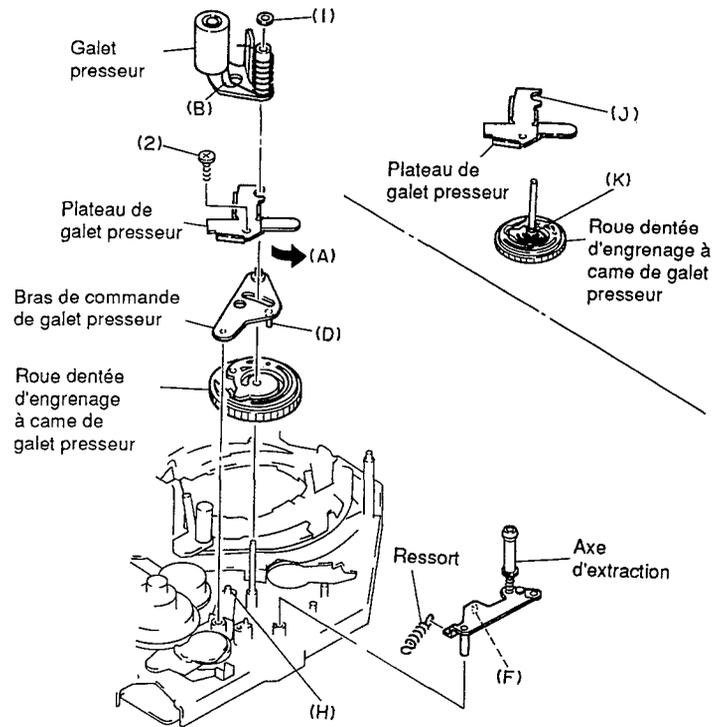

Fig. 2-8
2-7 Galet presseur (Fig. 2-8)
2-8 Plateau de galet presseur, axe d'extraction, bras de commande de galet presseur, roue dentée d'engrenage à came de galet presseur (Fig. 2-8, 2-9)
- 1) Retirer la vis de fixation (2) qui immobilise le plateau de galet presseur. (Voir la figure 2-8)
- 2) Déplacer la plaque de fixation du galet presseur en agissant dans la direction indiquée par la flèche (C) et retirer la plaque de galet presseur (Voir la figure 2-8)
- 3) Retirer le ressort. (Voir la figure 2-8)
- 4) Dégager l'axe d'extraction du châssis. (Voir la figure 2-8)
- 5) Retirer le bras de commande de galet presseur du châssis. (Voir la figure 2-8)
- 6) Dégager la roue dentée d'engrenage à came de galet presseur de l'axe de galet presseur. (Voir la figure 2-8)
- Remonter le bras de commande de galet presseur de telle sorte que la goupille (D) du bras s'engage dans la gorge (E) de la surface de la roue dentée d'engrenage à came de galet presseur (Voir les figures 2-8, 2-9)
- Remonter l'axe d'extraction de telle sorte que la goupille (F) de l'axe s'engage dans la gorge (G) de la surface de la roue dentée d'engrenage à came de galet presseur (Voir les figures 2-8, 2-9)
- Remonter la roue dentée d'engrenage à came de galet presseur de telle sorte que la goupille (H) du bras de commande de galet presseur s'engage dans la gorge (I) qui se trouve au dos de la roue dentée d'engrenage à came de galet presseur (Voir les figures 2-8, 2-9)
- Remonter la plaque de galet presseur (J) en la faisant coulisser dans la gorge (K) (Voir la figure 2-8)